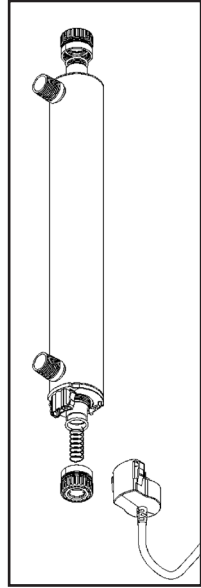

FIGURE 3A
- c) Enlever les écrous de retenue des deux extrémités de la chambre du réacteur, (Figure 3A), tout en vérifiant le ressort flottant qui se retrouve dans le manchon de quartz au bout opposé du connecteur. (Veiller à ne pas laisser tomber le manchon de quartz).
- d) Enlever délicatement les joints toriques du manchon de quartz (Figure 3A). Comme les joints toriques peuvent adhérer au manchon de quartz, on recommande de les remplacer chaque année. Retirer avec soin le manchon en quartz de la chambre.